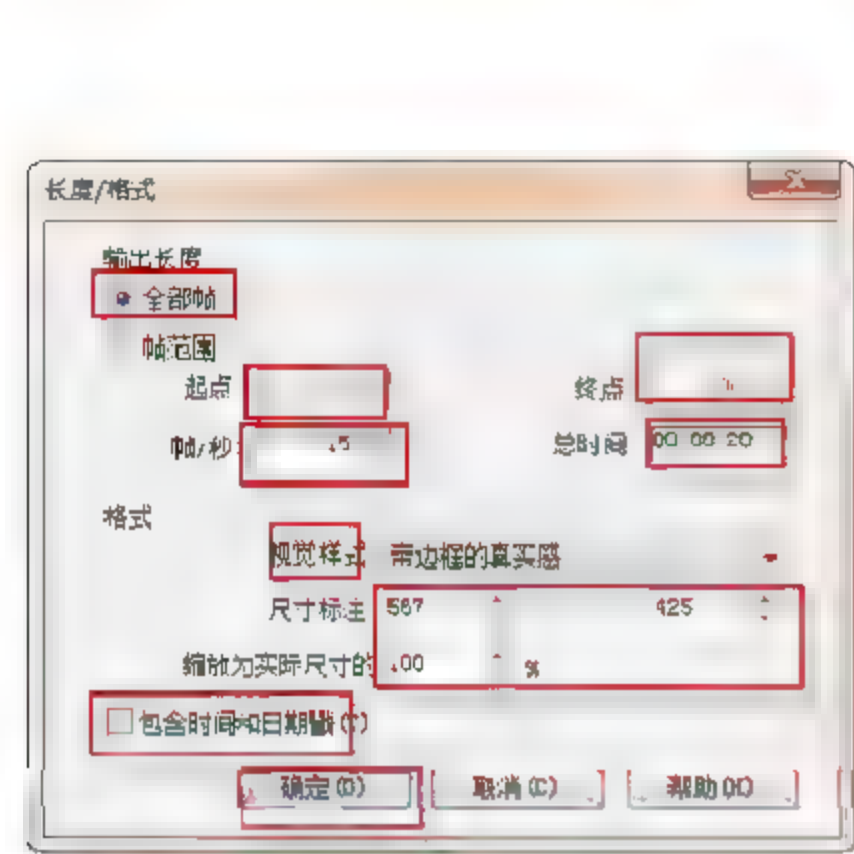
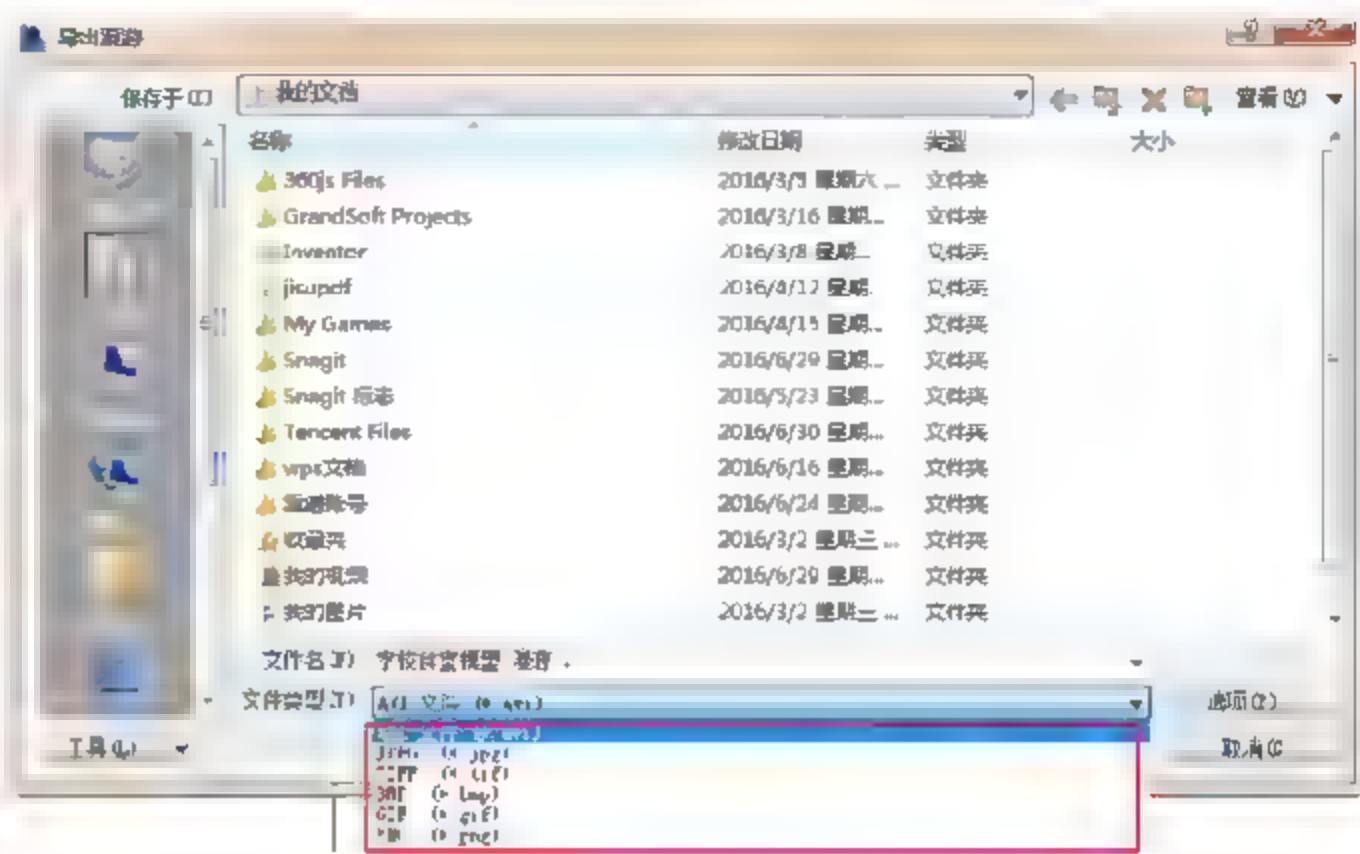

图 13.2.17 编辑漫游长度与格式
图 13.2.18 漫游导出格式
(7) 导出漫游。漫游编辑完毕以后，就可以选择将其导出成视频文件或图片文件了。选择“应用程序”→“导出”→“图像和动画”→“漫游”命令，打开“长度/格式”对话框。在其中可以选择导出“全部帧”或部分帧。若为后者，则在“帧范围”内设定起点帧数、终点帧数、速度和时长。在“格式”选项组中，可以设定“视觉样式”和输出尺寸，以及是否“包含时间和日期戳”。全部设定完毕后，单击“确定”按钮，如图 13.2.17 所示，打开“导出漫游”对话框，在其中可以在“文件类型”下拉列表框中选择导出为 AVI 视频格式、JPEG、TIFF、BMP 等图片文件格式，如图 13.2.18 所示。